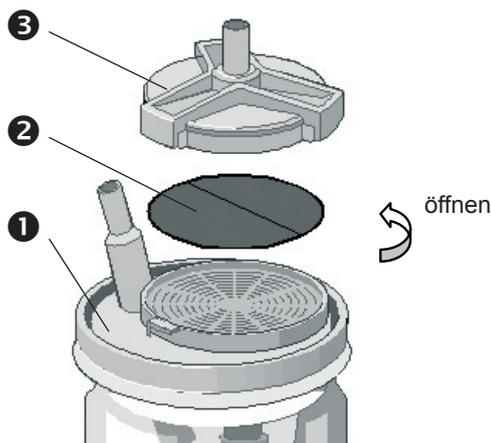

Bild 6. Einmal-Bakterienfilterblättchen
Unter Verwendung des Reinigers Neodisher AN (Hersteller Dr. Weigert, Hamburg) ist auch die Reinigung in einer Spezialspülmaschine möglich. Hierzu entfernen Sie vorher das Einmal-Bakterienfilterblättchen (Bild 6, Seite 13).
- Im Sekretbehälterdeckel befindet sich ein Einmal-Bakterienfilterblättchen (2, Bild 6), welches das Geräteinnere vor Kontaminierung schützt und durch seine hydrophobe Eigenschaft Flüssigkeiten stoppt. Es verhindert zusammen mit der mechanischen Überlaufsicherung das Einsaugen von Absaugen in das Geräteinnere und dadurch den Ausfall des Gerätes. Die Basis des Filtermaterials ist eine poröse Teflonschicht, die auf ein Trägermaterial (Polyestervlies) aufgebracht ist. Die Porengröße des Teflonmaterials ist 1µm.